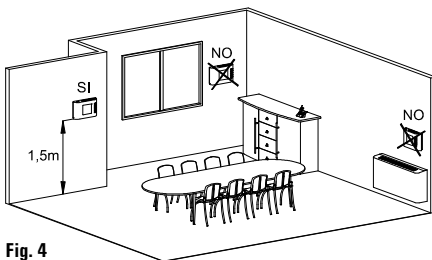

Fig. 4
- 4 Trovare la corretta collocazione del dispositivo (Fig. 4).